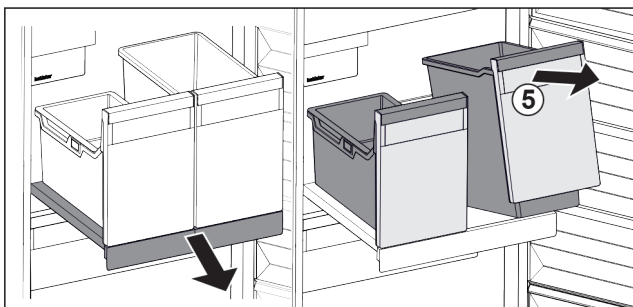

Fig. 29
- Behälter Fig. 29 (5) vorne anheben.